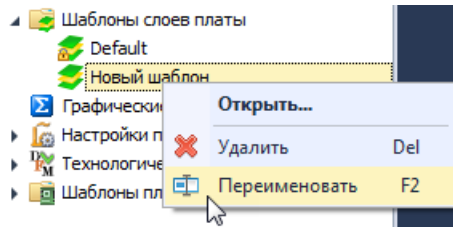

Рис. 115 Вызов функции переименования шаблона слоев платы
1. Выберите шаблон в дереве узла «Шаблоны слоев платы», вызовите контекстное меню и выберите пункт «Переименовать» (см. Рис. 115), либо воспользуйтесь горячей клавишей F2.